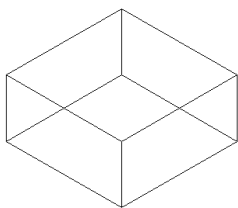

图 12-3 拉伸矩形
- 04 单击【建模】工具栏中的 按钮，激活【拉伸】命令，将矩形拉伸 50 个绘图单位，结果如图 12-3 所示。